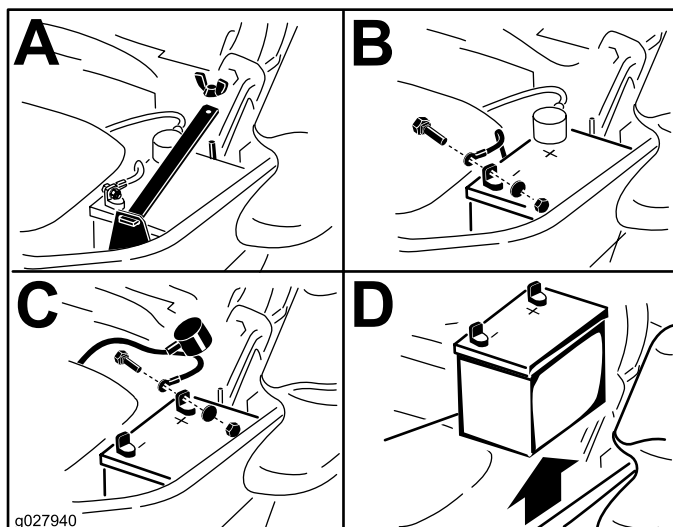

Figure 61
3. Débranchez le câble négatif (noir) de la batterie de la borne négative (-) de la batterie (Figure 61).
4. Enlevez le capuchon rouge de la borne positive (rouge) de la batterie et débranchez le câble positif (+) (Figure 61).
5. Retirez l'écrou à oreilles qui fixe la barrette de maintien de la batterie (Figure 61).
6. Déposez la barrette de maintien (Figure 61).
1. Placez la batterie dans son support en tournant les bornes à l'opposé du réservoir hydraulique (Figure 61).
4. Fixez les câbles avec 2 boulons, 2 rondelles et 2 contre-écrous (Figure 61).
6. Reposez la barrette de maintien et fixez-la avec l'écrou à oreilles (Figure 61).